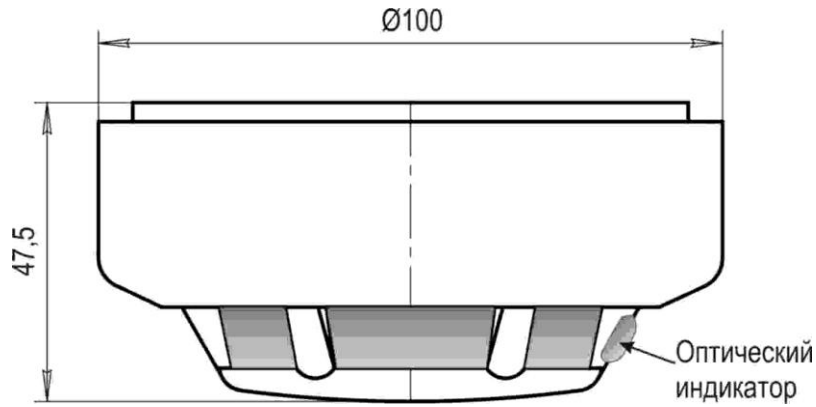

Рис. 1.
5.3 Общий вид извещателя приведен на рис. 1.